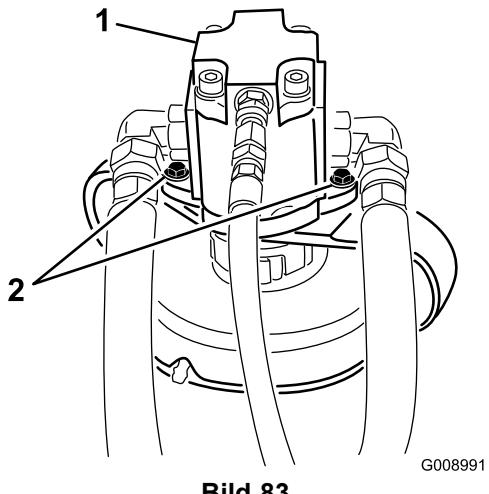

Bild 83
4. Entfernen Sie die Schrauben, mit denen der Hydraulikmotor am Mähwerk befestigt ist (Bild 83). Heben Sie den Motor vom Mähwerk ab und legen ihn auf die Oberseite des Mähwerks.
2. Entfernen Sie die Schrauben, mit denen der Hydraulikmotor am Mähwerk befestigt ist (Bild 83). Heben Sie den Motor vom Mähwerk ab und legen ihn auf die Oberseite des Mähwerks.